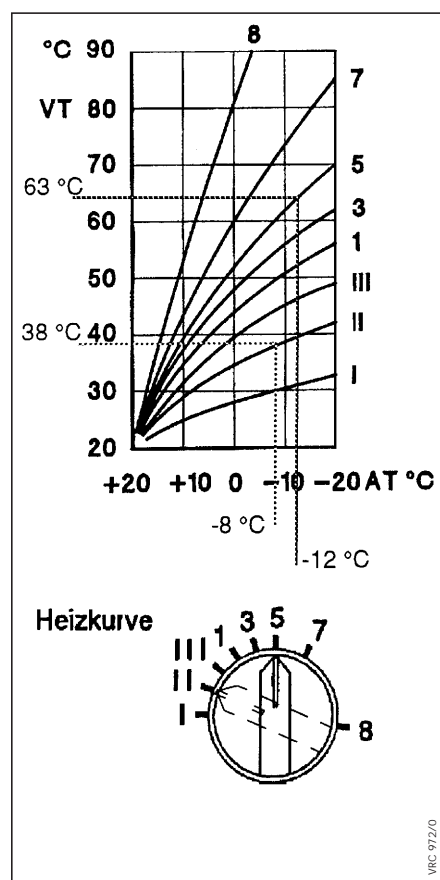

Рис. 5.2 Диаграмма отопительных кривых
На рис. 5.2 диаграммой отопительных кривых представлена зависимость между температурой наружного воздуха и температурой теплоносителя в подающей линии. Температура теплоносителя в подающей линии в конце концов определяет температуру в помещении.
- Стандартная установка на цифру 5 при отоплении с помощью радиаторов / конвекторов (в примере на рис. 5.2 "Диаграмма отопительных кривых" наружной температуре $-12\text{ }^{\circ}\text{C}$ соответствует температура теплоносителя в подающей линии $63\text{ }^{\circ}\text{C}$)
- Стандартная установка на цифру II при панельно-лучистом напольном отоплении (в примере на рис. 5.2 "Диаграмма отопительных кривых" наружной температуре $-8\text{ }^{\circ}\text{C}$ соответствует температура теплоносителя в подающей линии $38\text{ }^{\circ}\text{C}$)